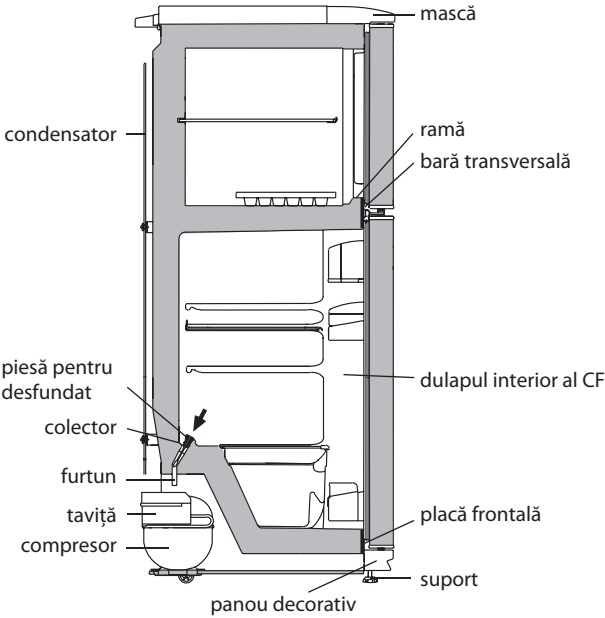

Figura 4 — Schema scurgerii apei provenite din dezghețarea CF
2.2.1 În CF funcționează un sistem automat de dezghețare. Bruma, care apare pe pereții din spate a CF, după deconectarea compresorului care lucrează în ciclu, se topește și se transformă în picături de apă. Picăturile de apă provenită din dezghețare se scurg în colector, apoi prin gaura acestuia și prin furtun - în taviță de pe compresor, în conformitate cu figura 4 și se evaporă.
Prezența apei în colector indică înfundarea sistemului de drenaj. Pentru eliminarea înfundării folosiți piesa corespunzătoare și curățați gaura colectorului, astfel ca apa să se scurgă liber în taviță, apoi spălați piesa și instalați-o în conformitate cu figura 4.
SE INTERZICE să exploatați frigiderul cu sistemul de scurgere înfundat. Apa care a apărut pe fundul CF sau care a ajuns în locul de alăturare a barei transversale și a dulapului interior al CF, în conformitate cu figura 4, poate provoca coroziunea dulapului exterior al frigiderului și elementelor agregatului
ATENȚIE! Nu permiteți scurgerea apei provenite din dezgheț din CC la decongelarea și curățarea acestuia, deoarece ea, pătrunzând în locul de alăturare a barei transversale și a ramei CC, în conformitate cu figura 4, poate provoca coroziunea dulapului exterior al frigiderului și a elementelor agregatului frigorific, defectarea izolației termice, formarea crăpăturilor ramei și defecțiunea dulapului frigiderului.